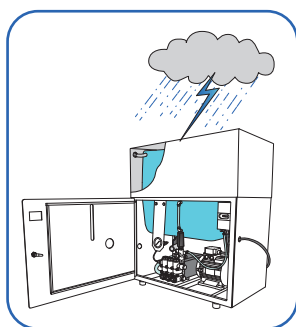

Fig. 13.
- No exponga la máquina a la lluvia y no dirija el chorro de agua hacia la propia máquina. (Fig. 13)